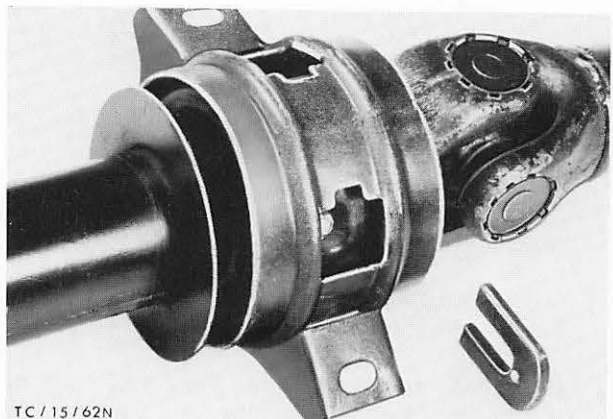

Abb. 125 U-Scheibe einsetzen. Auf Zapfen (Pfeil) achten
12. U-Scheibe mit dem Zapfen zur Verzahnung hin einschieben. Abb. 125.